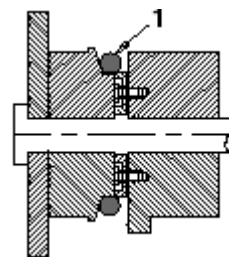

Рисунок 131
5. Вкатите новое кольцевое уплотнение (1, Рисунок 131) в канавку под уплотнительное кольцо.